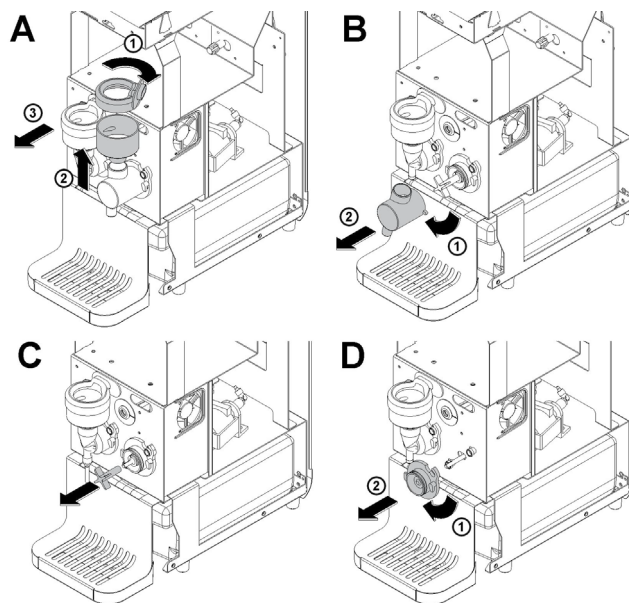

figure 8
- 5 Pour démonter les mélangeurs, procéder comme suit (voir la figure 8):